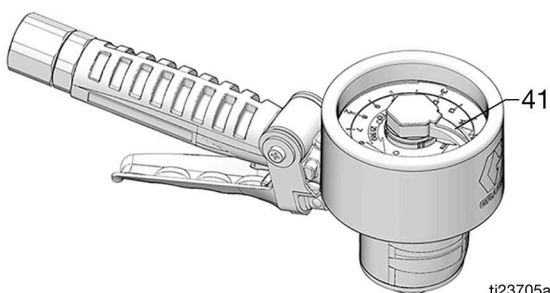

ABB. 8
<p>Um kostspielige Beschädigungen des Dosiergeräts zu vermeiden, den Zeiger eines Dosiergeräts mit Voreinstellung (41) niemals zurück (im Uhrzeigersinn) drehen (ABB. 8).</p>